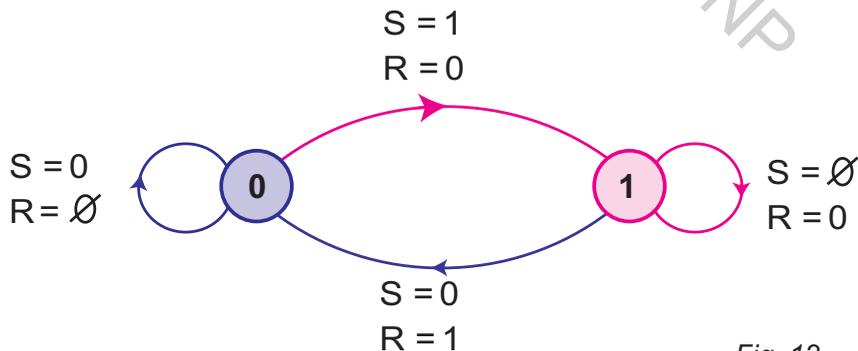

Fig. 12
Le diagramme de fluence traduit la table de vérité simplifiée en un graphique composé par les deux états stables de la bascule (0) et (1) et les conditions d'évolution entre ces deux états (fig. 12):